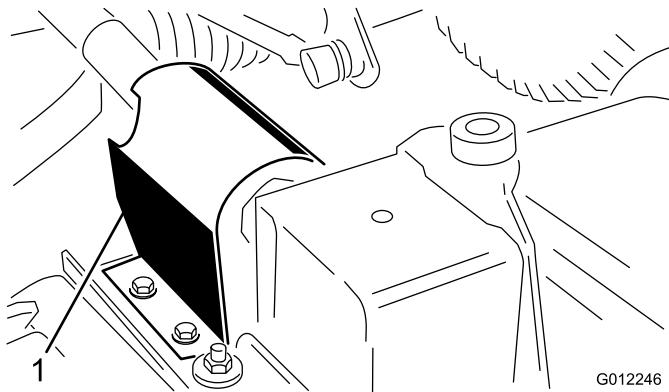

Figura 8
2. Togliete le 2 viti autofilettanti che fissano la protezione della PDF alla parte superiore della piastra di montaggio della scatola degli ingranaggi dell'apparato di taglio e rimovete la protezione (Figura 8).
5. Fissate il supporto del giunto sferico al braccio della ruota orientabile con (2) viti a testa cilindrica (7/16 x 3 pollici), rondelle piene e dadi flangiati (7/16 pollici). Posizionate la testa della vite a testa cilindrica e le rondelle piene all'esterno del braccio della ruota orientabile.